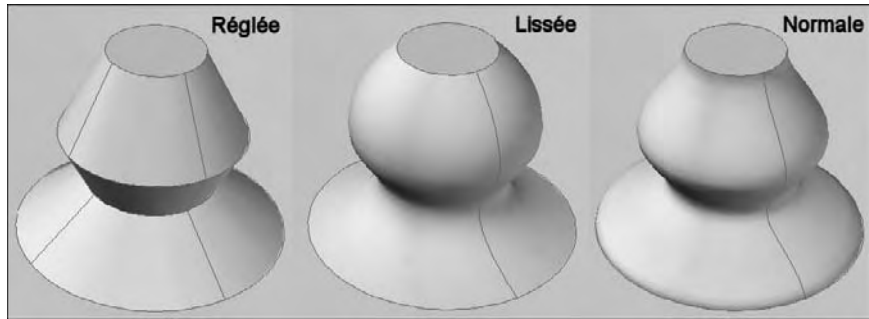

Fig.4.24
- **Réglée** (Ruled) : indique que la surface ou le solide est réglé (transition droite) entre les coupes et que ces dernières ont des arêtes aiguës (fig.4.24).